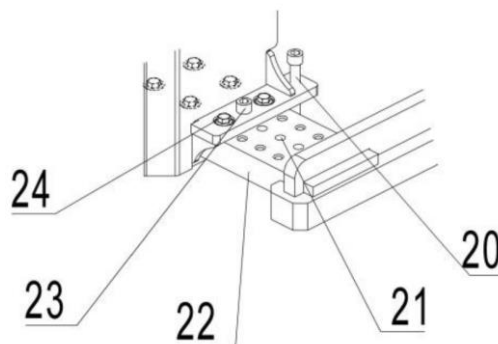

Рис.15: Регулировка опорных вилок
внимание, что количество установочных пазов (21), выставляемых на каждой стороне ног штабелера, должно быть одинаковым. (Как показано на рис. 15, если одна сторона имеет 3 установочных паза (21), с другой стороны также должно быть 3).
- Вращайте по часовой стрелке опору (20) до тех пор, пока штабелер не поддомкратится.
- Открутите установочный болт (23) и фиксирующий болт (24). Примечание: болты (24) также расположены внутри аккумуляторного отсека.
- Отрегулируйте опору (22) так, чтобы установочный болт (23) попал в установочный паз (21).
При регулировке опорных вилок, пожалуйста, обратите внимание, что количество установочных пазов (21), выставляемых на каждой стороне ног штабелера, должно быть одинаковым. (Как показано на рис. 15, если одна сторона имеет 3 установочных паза (21), с другой стороны также должно быть 3).
- Надежно закрутите установочный болт (23) и фиксирующий болт (24) снаружи и внутри аккумуляторного отсека.